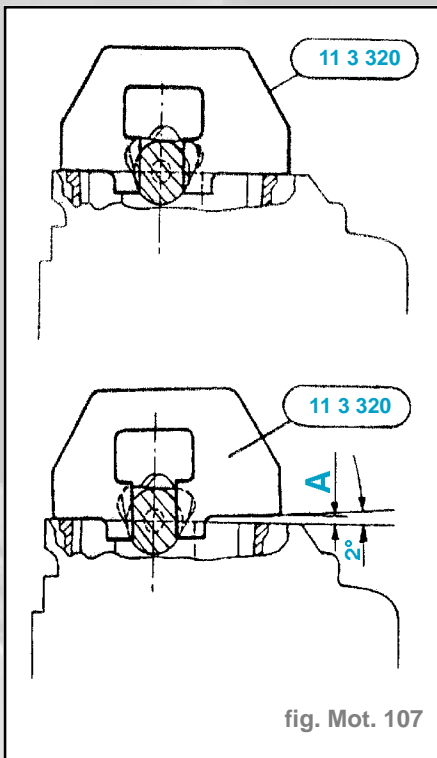

fig. Mot. 107
- Immobiliser l'arbre à cames à l'aide de l'outil spécial **11 3 320** (fig. Mot. 107).
Remarque : Le gabarit de l'outil spécial **11 3 320** est prévu pour le calage de la distribution, en cas de mise en place de chaînes neuves ou de chaînes qui n'ont pas plus de 20 000 km (fig. Mot. 107).
- Engager l'outil spécial **11 3 360** sur le rail du tendeur de chaîne et enfoncer le tendeur (fig. Mot. 107).
- Caler l'arbre à cames avec l'outil spécial **11 3 320** (fig. Mot. 107).